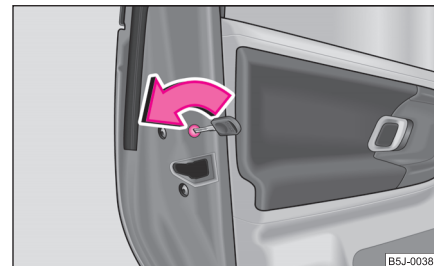

Fig. 20 Protection pour les enfants dans les portes arrière
- Tournez la fente dans la portière arrière dans le sens de la flèche au moyen de la clé du véhicule ⇒ fig. 20.